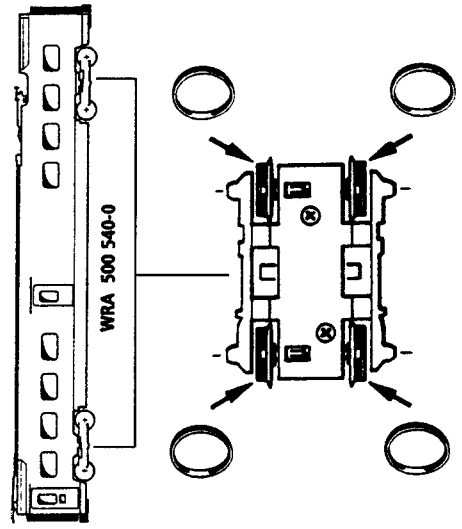

Fig. 9
**1. Reinigung der Radstromkontakte:** Radstromkontakte können auf unsauberen Schienen leicht verschmutzen. Bitte entfernen Sie **vorsichtig** mit einem kleinen Pinsel den **Schmutz** an den in Fig. 9 gekennzeichneten Stellen.
Les lames de contact risquent de s'encrasser rapidement sur des voies poussiéreuses. Veuillez **enlever la poussière** aux endroits marqués à la fig. 9.
**1. Cleaning of wheel contacts:** Wheel contacts easily get dirty on tracks which are not entirely clean. Use a small brush to **remove dirt** from spots marked in fig. 9.